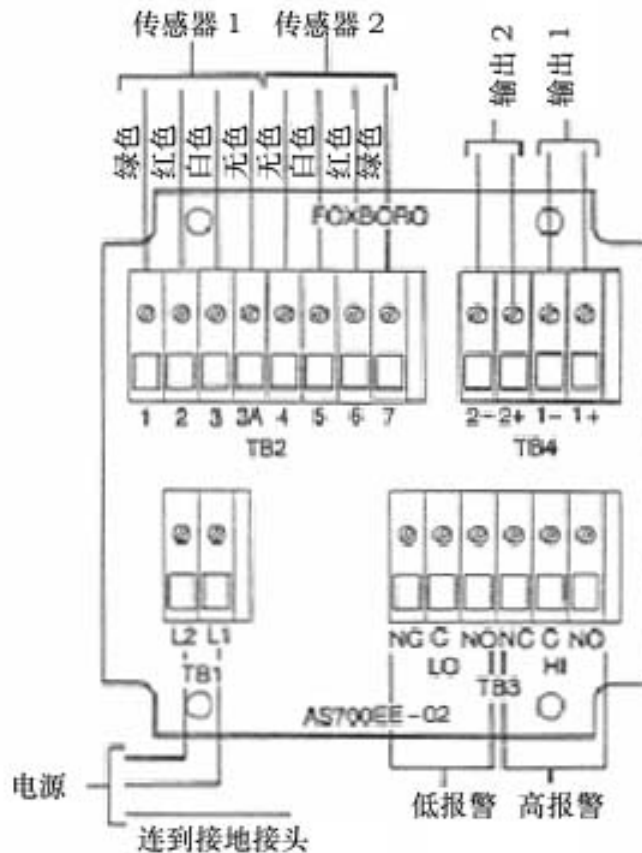

图 9 后嵌板接线 – 现场安装型
- 2、如图 9 所示将 Hi 和 Lo 报警线连到 TB3 上。故障安全操作要求在 NC 和 C 之间做连接，并且报警要组态成是激活的。参见“通用信息报警”。
- 4、如图 9 所示将传感器导线连到分析仪接头板 TB2 上。
- 5、按图 9 所示将电源线连到接头板 1 上。电源线的接地接头应该连接到位于机箱底部的栓柱上。